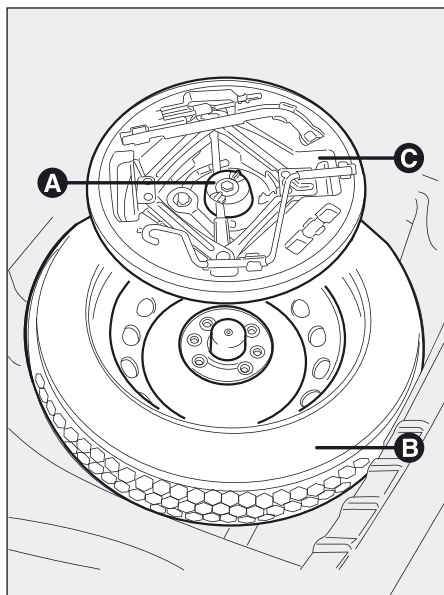

fig. 151
- ☐ draai de blokkeerschroef A-fig. 151 los;
- ☐ neem de gereedschaphouder C-fig. 151 uit en zet de houder dicht bij het te verwisselen wiel;
- ☐ pak het reservewiel B-fig. 151;